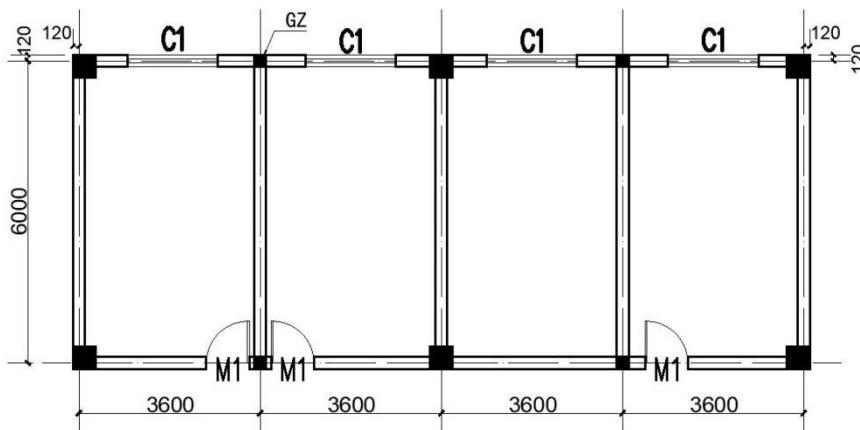
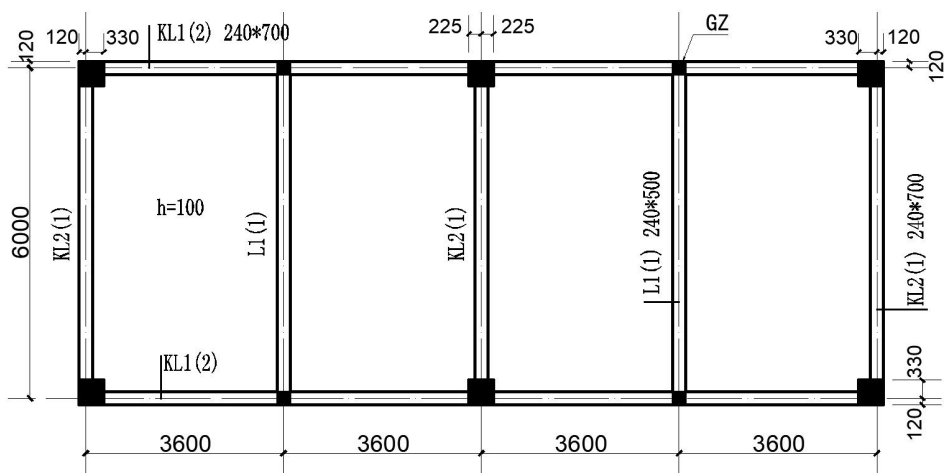

图 11.6.6 建筑平面图(墙及构造柱)
图 11.6.7 梁板及柱平面图
7.P262 【例 6】图 11.6.6 建筑平面图(墙及构造柱)、图 11.6.7 梁板及柱平面图正确表示为: